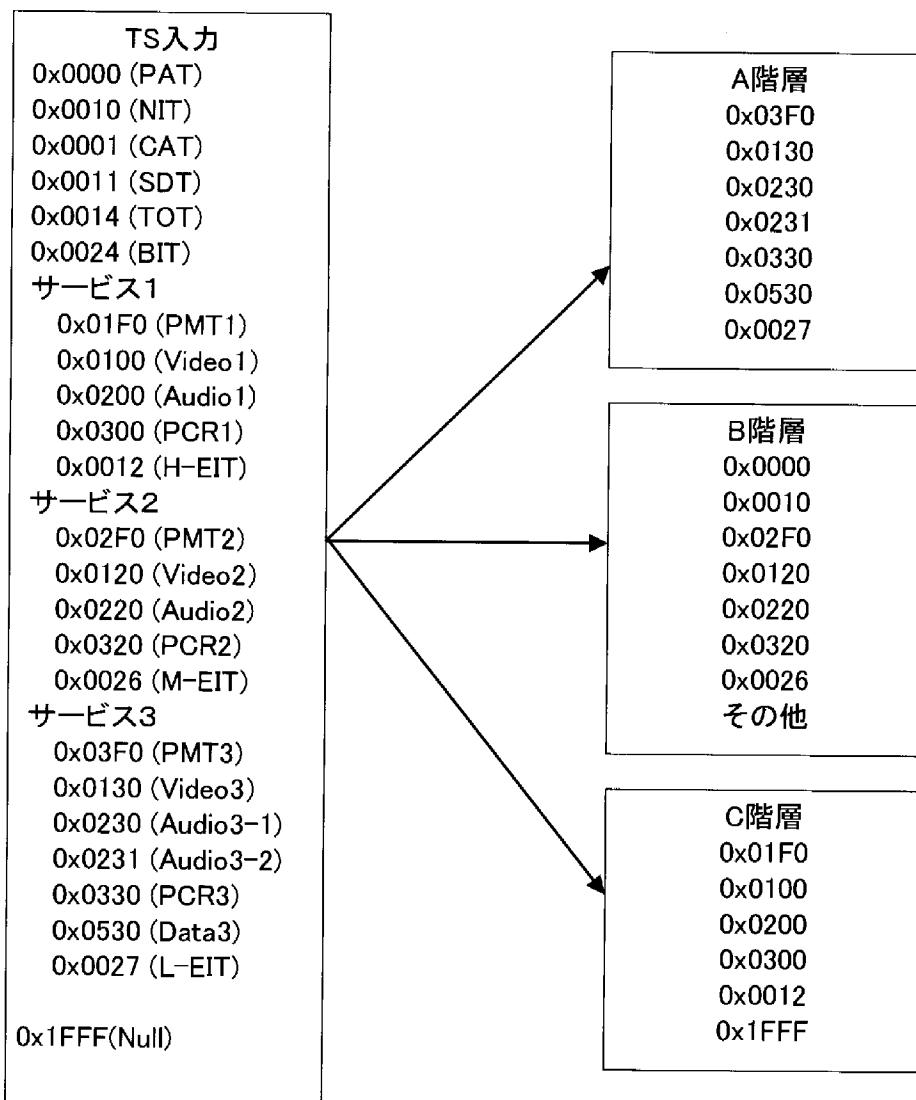

図5-9 階層割当のイメージ
- (1) **TS Source** (F2) で**External** に設定し、**External** (F1) → **Format** (F3) で**MPEG-TS** に設定します。
- (2) **Modulation** (F3) で変調設定を行います。5. 1. 3項を参照してください。
- (3) 再度、**TS Source** (F2) → **External** (F1) で**TS External Select** (L-3) 画面に入り、**Up** (F2)、**Down** (F4) または矢印キーでPID番号1を指定します。
- (4) **PID Set** (F1) で**PID** (L-4) 画面に入ります。5. 1. 2. 4項に従って、PID値を入力します。ここでは図5-9の上から順に、0x3F0を入力します。
- (5) **Used Layer** (F3) で割当てる階層にAを選択します。これでPID番号1の設定は終了です。**UP MENU**を押してL-3画面に戻ります。
- (6) PID番号2を指定し、0x130をA階層に割当てるよう設定します。
- (7) 以下、同様にしてA階層に割当てるPIDと、C階層に割当てるPID(11種類)を設定します。
- (8) B階層には、(7)までで設定した以外の全てのパケットが割当てられることになりますので、**TS External Select** (L-3) 画面の**Undefined PID Layer** (F5) でBを選択します。
- (9) **UP MENU**を押して上の階層(L-2)画面に戻るか、長押しでトップ画面に戻り、設定を有効にします。